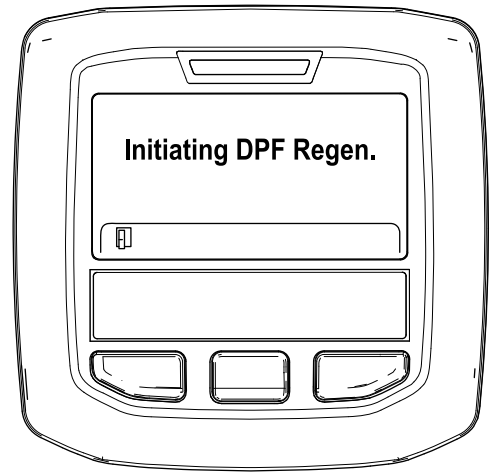

Figure 31
- A. Le message « Initiating DPF Regen. » (lancement régén. FAP) s'affiche (Figure 31).